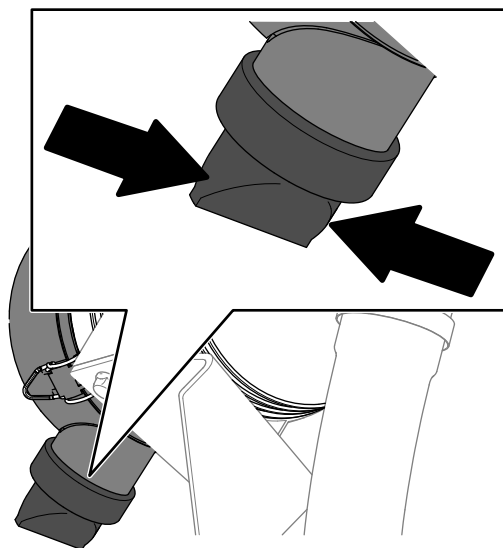

Рисунок 109
- Сожмите клапан удаления пыли (Рисунок 109).